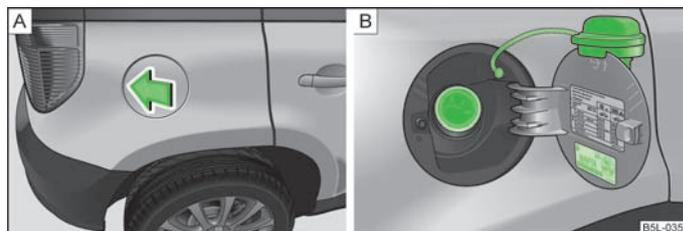

Abb. 140 Fahrzeugseite hinten rechts: Tankklappe öffnen / Tankklappe mit abgeschraubtem Verschluss
Auf der Innenseite der Tankklappe sind die richtigen Kraftstoffarten für Ihr Fahrzeug, sowie die Reifengröße und der Reifenfülldruck angegeben » Abb. 140 - B.
- Auf die Mitte des linken Bereichs der Tankklappe drücken » Abb. 140 - A.
- Den Tankverschluss linksherum herausdrehen und von oben auf die Tankklappe stecken » Abb. 140 - B.